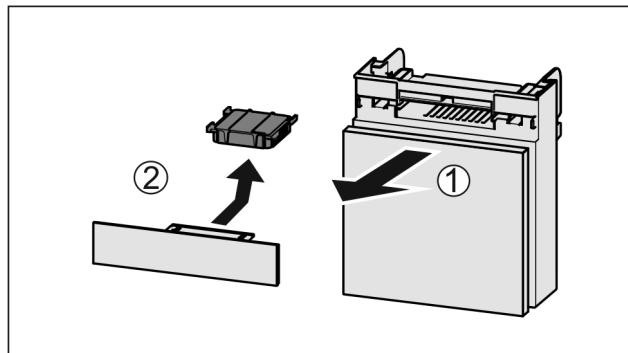

Fig. 88
- Fach nach vorne herausziehen Fig. 88 (1).
- Aktivkohlefilter entnehmen Fig. 88 (2).